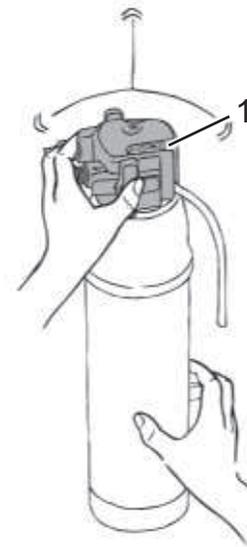

Abb. 26
6. Halten Sie die Filterkartusche mit einer Hand fest und ziehen Sie den Filterkopf (Abb. 26/1) mit der anderen Hand ab. Bewegen Sie den Filterkopf dabei ggf. mit wippenden Bewegungen hin und her, um ihn von der Filterkartusche zu lösen.